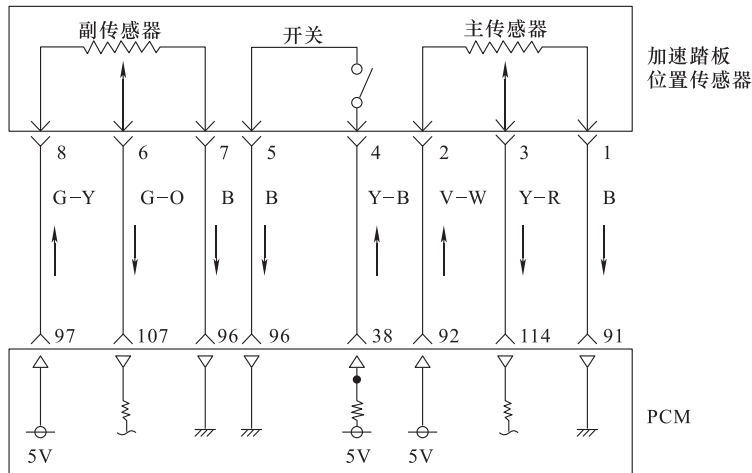

图 4-97 加速踏板位置传感器的连接电路
加速踏板位置传感器与 ECU 的电路连接如图 4-97 所示。
根据图 4-97，可以进行以下测量。
- 1) 断开加速踏板拉杆插接器 A17，如图 4-97 所示。